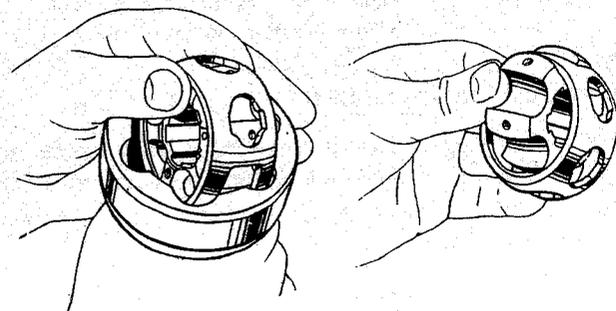

Fig. 198 Ausbau des Lagerkäfigs des Rzeppa - Gelenkes
5. Im Käfig befinden sich zwei grössere und verlängerte Löcher sowie vier kleine. Drehe den Käfig so, dass die zwei Augen des Wellenschaftes in die verlängerten Löcher gleiten und entferne den Käfig. Siehe Fig. 198.